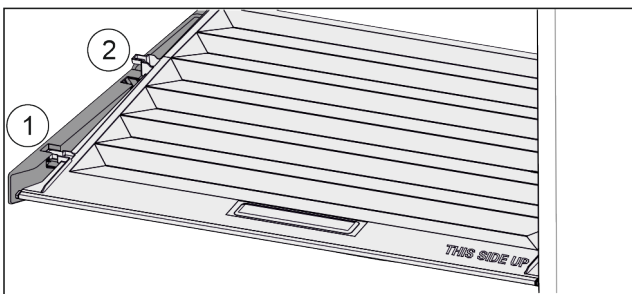

Fig. 73
- Trekk dekselet til åpningen i holdedelene fremover Fig. 73 (1).
- Løft ut nede bak og ta opp og ut Fig. 73 (2).